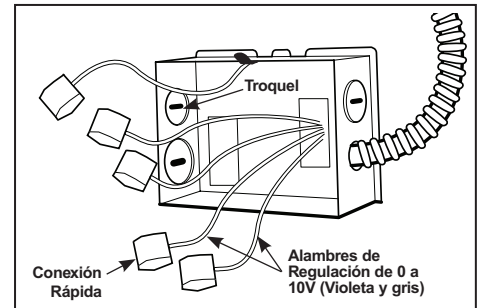

Figura 5
Paso 2. Quite la tapa de la caja de empalmes. Quite el/los troquel(es) redondo(s) correspondiente(s) y proporcione el tipo de servicio eléctrico usado/permitido por su código eléctrico local. (Figura 5)
conector correspondiente. Conecte el alambre negro del accesorio al caliente, el alambre blanco del accesorio al neutral y el alambre verde del accesorio a tierra. (Figura 5)